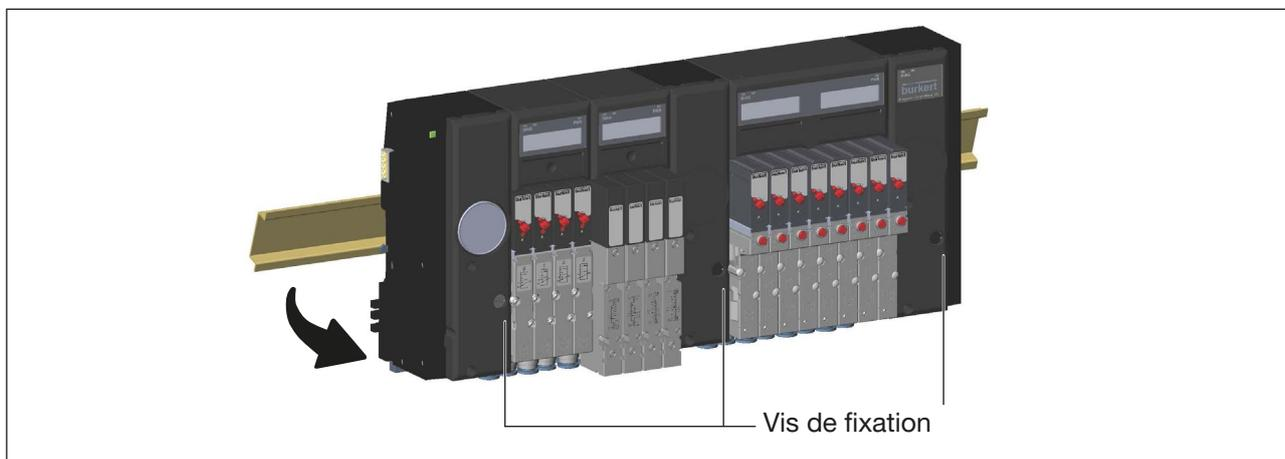

Figure 13 : Détachement du bloc de vanes du rail normalisé
- Contrôler que toutes les vis de fixation du bloc de vannes (voir « Figure 13 ») se trouvent bien en butée lors de la rotation en sens inverse des aiguilles d'une montre.
→ Tourner les vis de fixation du bloc de vannes (voir « Figure 13 ») en sens inverse des aiguilles d'une montre jusqu'en butée avec prudence. **Maintenir le bloc de vannes ! Après le desserrage des vis de fixation, le bloc de vannes n'est plus fixé au rail normalisé !**